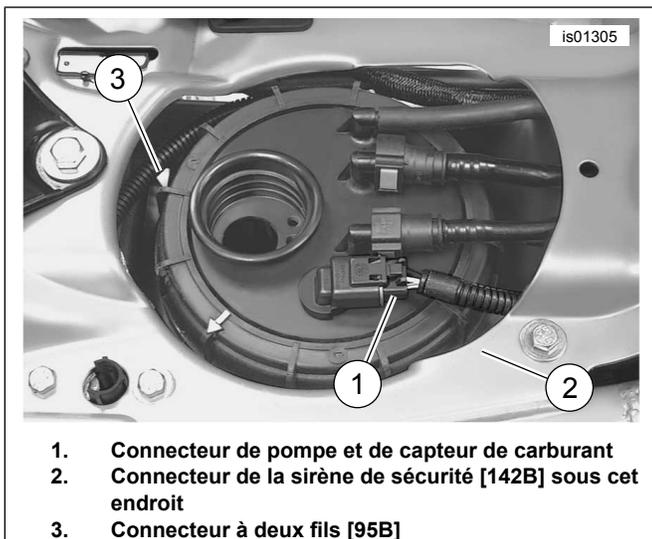
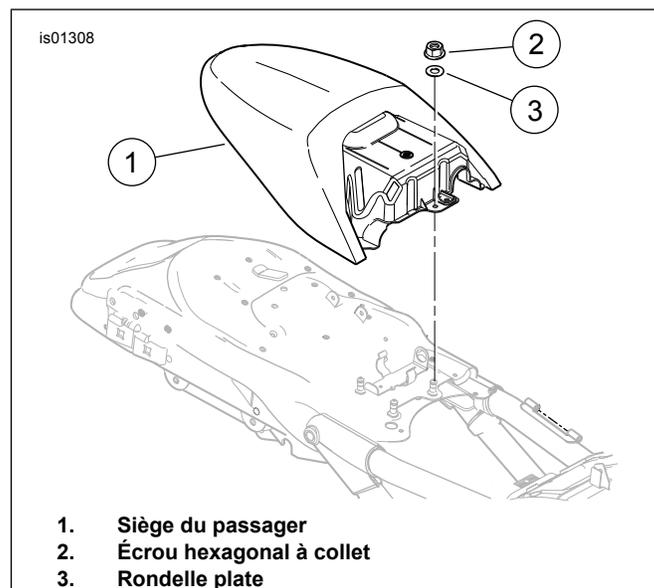
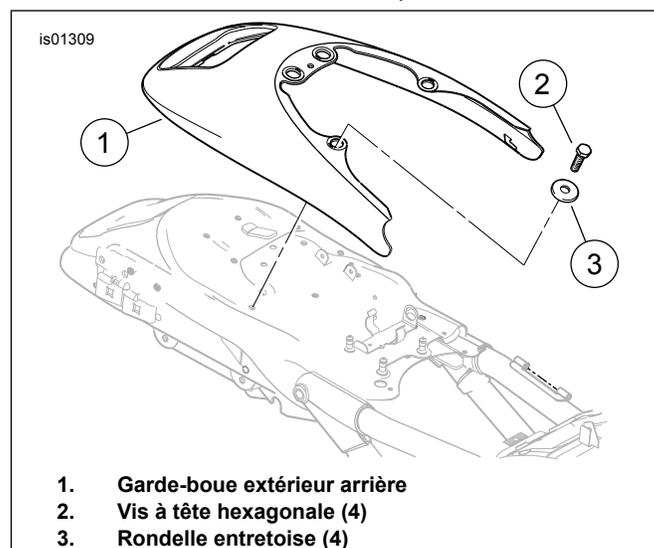

Figure 6. Localiser le connecteur [142B] (tous les modèles VRSC 2002-2006) (représenté avec le bouchon de carburant et l'entonnoir de remplissage retirés)
Figure 9. Retirer le siège du passager (modèles VRSCR de 2006 à 2007)
Figure 10. Fixations de montage de garde-boue (modèles VRSCR de 2006 à 2007)
8. Voir la figure 6. Localiser le connecteur de la sirène de sécurité (2) à l'extrémité du fil du faisceau qui s'enroule autour du haut du réservoir de carburant.
- a. Débrancher la pompe à carburant et le connecteur de la jauge (1) pour libérer le connecteur de la sirène de sécurité.
6. Voir la figure 6. Localiser le connecteur de la sirène de sécurité (2), à l'extrémité du fil du faisceau qui s'enroule autour du dessus du réservoir de carburant.
7. Voir la figure 9. Retirer l'écrou hexagonal à collet (2) et la rondelle plate (3).
8. Déposer la selle (1).
9. Voir la figure 10. Déposer le garde-boue extérieur arrière (1).
- a. Déposer les quatre vis à tête hexagonale (2) et les rondelles d'entretoise (3).